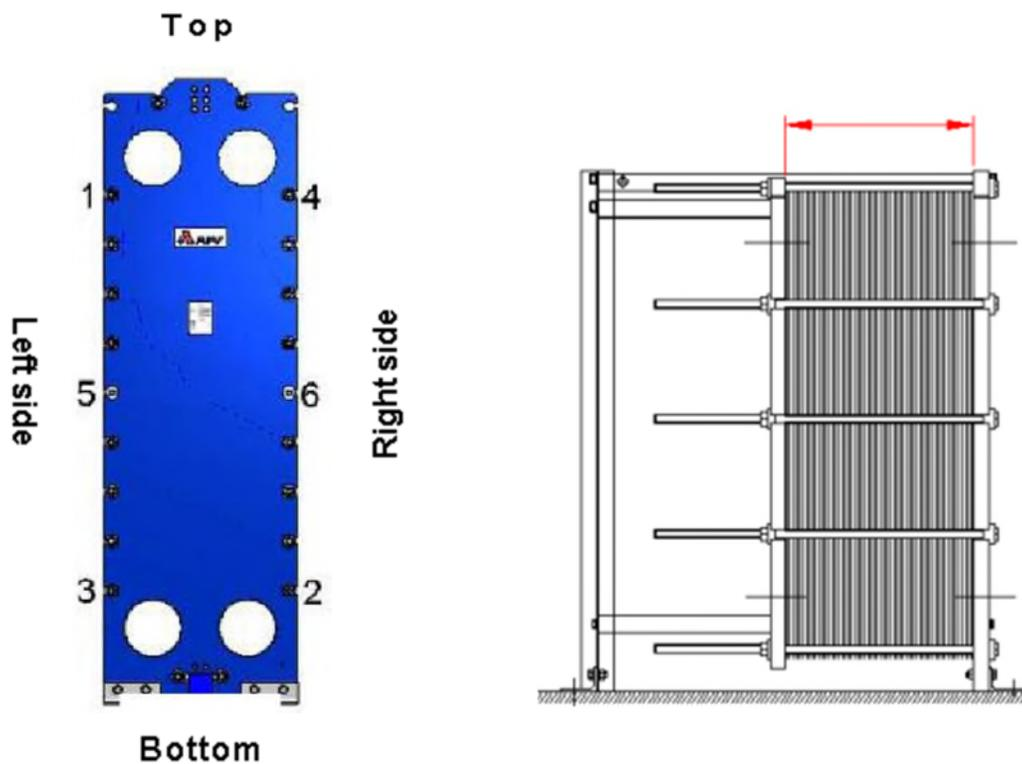

Figura 41: Numeração da Barra de Ligação    Figura 42: Passo 6 – conjunto máximo de placas
- 1) Confirme se as etapas de instalação da placa (seção 9.4) e da barra de ligação (seção 9.5) foram concluídas. Instale as barras de ligação 1 a 4 quando a distância entre as barras de ligação 1 e 3 for menor que 1.200 mm (4 pés) ou instale as barras de ligação de 1 a 6 quando a distância entre as barras de ligação 1 e 3 exceder 1.200 mm (4 pés). **(Figura 41)**.